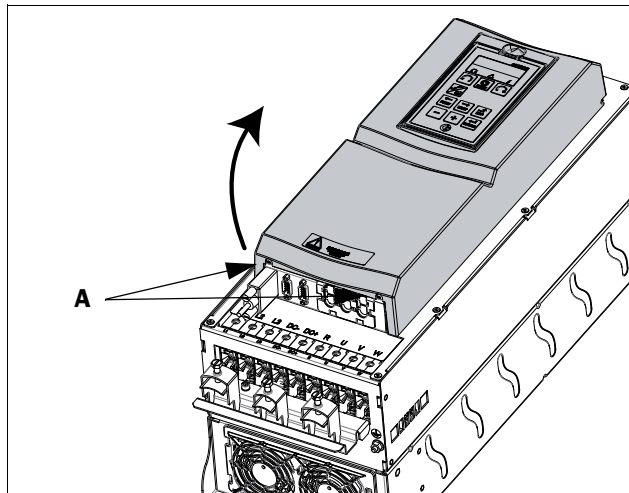

Рис. 24 Снятие верхней крышки на корпусе с типоразмером C2 - F2 (принципиальная схема).
- Ослабьте два винта А (см. Рис. 24) в нижней части крышки на несколько оборотов (нет необходимости извлекать винты полностью).